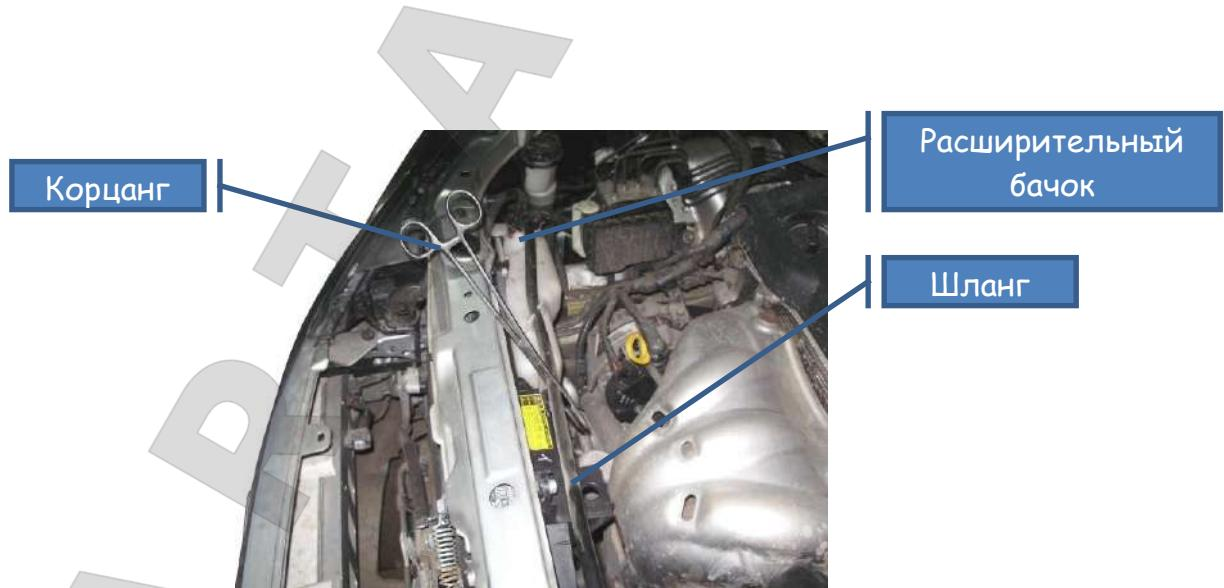

Рис. 4
5. *Пережать зажимом шланг идущий от горловины радиатора к расширительному бачку* (как вариант, рекомендуется использовать специальный хирургический зажим «корцанг» см. рисунок 4).